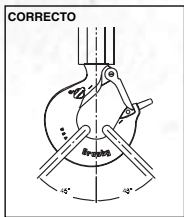

Figura 5
- Al colocar dos (2) eslingas en un gancho, asegúrese de que el ángulo desde la vertical hasta el ramal más abierto no sea mayor que 45 grados, y el ángulo interior entre los ramales no exceda los 90 grados\* (Ver Figura 5, en la página 156).